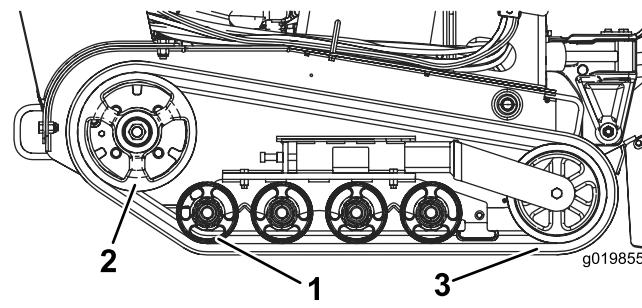

Bild 46
Wichtig: Reinigen Sie die Räder und das Antriebsrad (Bild 46).
8. Legen Sie die neue Kette, beginnend am Antriebsrad, um das Antriebsrad und stellen Sie sicher, dass die Stollen an der Kette zwischen die Distanzstücke auf dem Antriebsrad passen (Bild 46).
9. Drücken Sie die Kette unter und zwischen das hintere und mittlere Straßenrad (Bild 46).